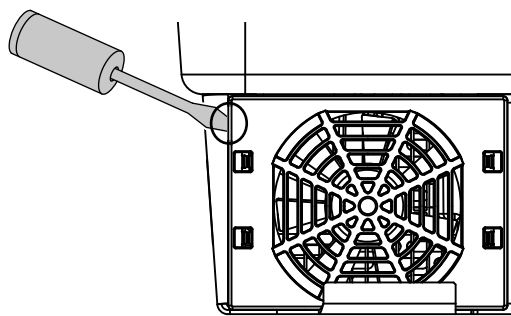

Fig. 63: Solte a grelha do ventilador
2. Desmonte o ventilador. Para tal, coloque uma chave de fendas na borda da grelha do ventilador e pressione levemente a grelha.  **Fig. 63**